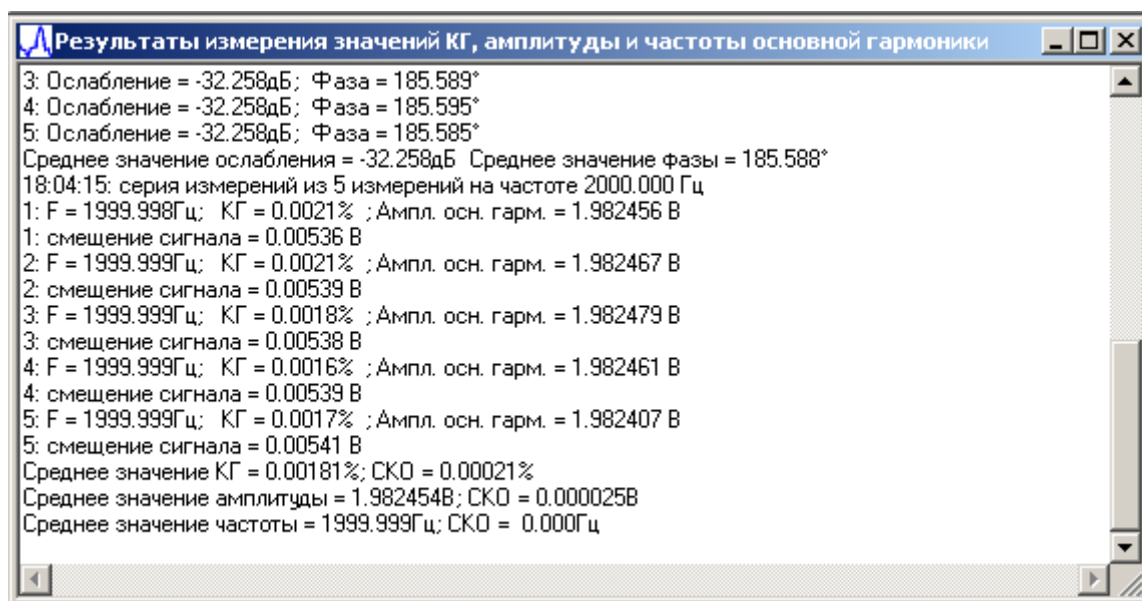

Рисунок 26 Окно вывода краткой информации о результатах измерений
5.5.9 Окно «Результаты измерения значений КГ, амплитуды и частоты основной гармоники» (см. рисунок 26) служит для краткого вывода основной информации о проведенных измерениях. В это окно в текстовом режиме выводятся значения КГ, амплитуды и частоты основной гармоники, смещение нуля, значение суммарного уровня интергармоник, затухание и фазовый сдвиг (в соответствующих режимах работы). Например, на рисунке 26 отобразена часть серии измерений параметров ослабления и фазового сдвига четырехполосника и серия из пяти измерений параметров сигнала в режиме измерений КГ. Сверху под пунктами 3, 4, 5 идут измерения сдвига фазы и ослабления, затем средние за 5 измерений значения сдвига фазы и ослабления четырехполосника. Затем были проведены измерения в режиме прямого измерения КГ на частоте 2000 Гц. Под пунктами 1, 2, 3, 4, 5 выведены результаты измерения трех основных параметров для каждого измерения в серии, т.е. приведены значения частоты, КГ и амплитуды основной гармоники. Затем выведены средние значения КГ и его СКО, частоты и ее СКО и амплитуды и ее СКО.
6.2.2 Результаты измерений частоты и амплитуды первой гармоники сохраняются в файле данных, который можно просмотреть в окне «Результаты измерения значений КГ, амплитуды и частоты основной гармоники» (см. рисунок 26) или в строке текущего состояния (status bar) главного окна (см. рисунок 3).
6.4.10 Результаты измерений сохраняются в файле данных, который можно просмотреть в окне «Результаты измерения значений КГ, амплитуды и частоты основной гармоники» (см. рисунок 26).